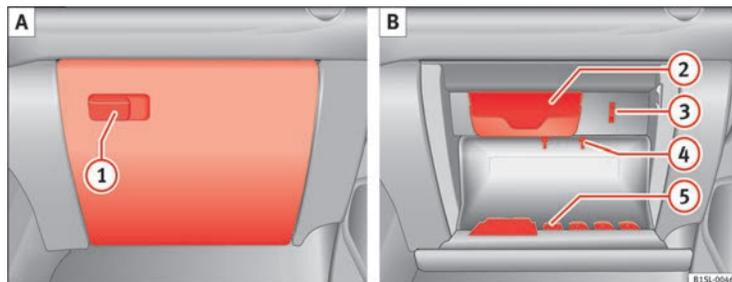

Fig. 73 Portaoggetti con coperchio sul lato del passeggero
Tirare la maniglia per *aprirlo* ⇒ fig. 73 (1).